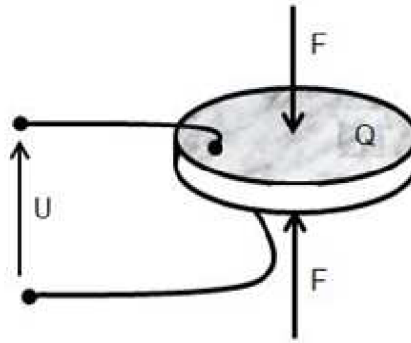

Figure 3 : exemple de capteur de force piézoélectrique prêt à être incorporé dans un circuit électrique.
Le capteur photographié sur la figure 3 possède un comportement un peu différent du cristal décrit en introduction.
$\beta = 5 \times 10^{-5} \text{ C} \cdot \text{N}^{-1}$ pour le capteur de la figure 3.
$C = 125 \times 10^{-12} \text{ F}$ (farad) pour le capteur de la figure 3.
On souhaite utiliser le capteur piézoélectrique de la figure 3, connecté aux bornes d'un voltmètre, pour mesurer des niveaux d'intensité sonore.
3. On connecte le capteur piézoélectrique de la figure 3 aux bornes d'un voltmètre.